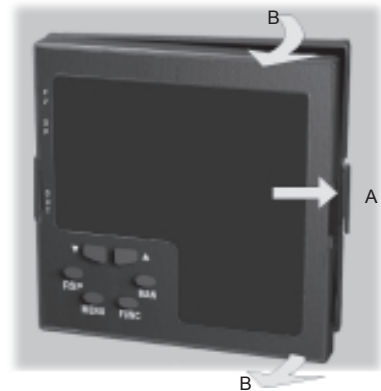

Abb. 19a
- 3) Wenn die Verriegelung A vollständig gelöst ist, das Gerät an der rechten Seite herausziehen. (Siehe Abb. 19a)